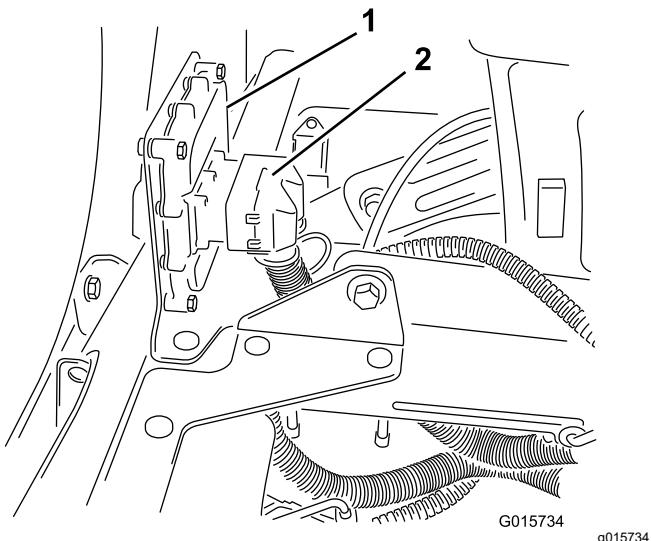

图 33
- 2. 将超声波喷洒臂线束的 50 插槽接头连接至电子控制器的 50 针接头并用内六角头螺丝固定接头 图 33。